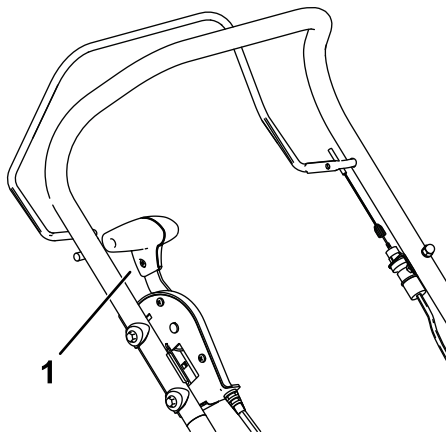

Figura 10
3. Deplasați maneta de transport până la capăt spre dumneavoastră, în poziția de transport (Figura 10).
5. Deplasezi maneta de transport până la capăt spre dumneavoastră, în poziția de transport (Figura 10).
Pentru a opri motorul, eliberezi bara de comandă pentru lamă și deplasezi maneta pentru transport până la capăt spre dumneavoastră, în poziția de transport (Figura 10).